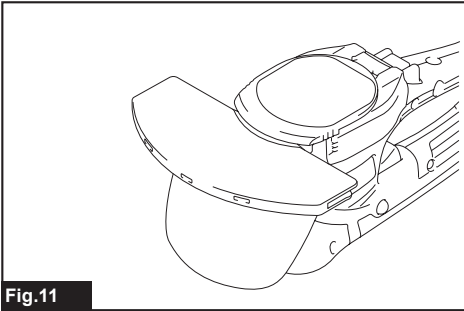

Fig.11
► **Abb.11:** 1. Schraubendreher-Einsatzhalter